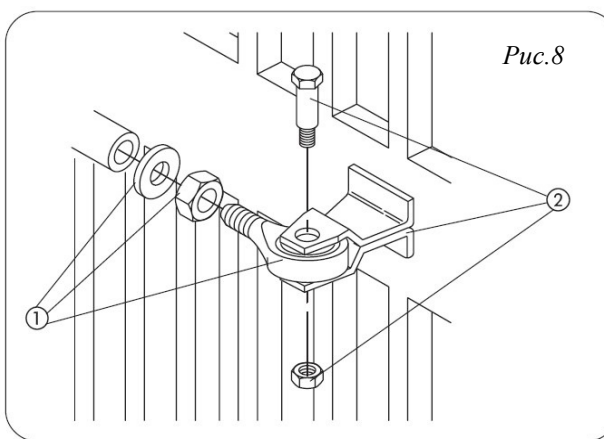

Рис.8
- 3) Вверните наполовину переднее кольцо привода в шток (Рис. 8 ①) и затяните его гайкой.
- 7) Установите передний кронштейн на шток (Рис.8 ②)